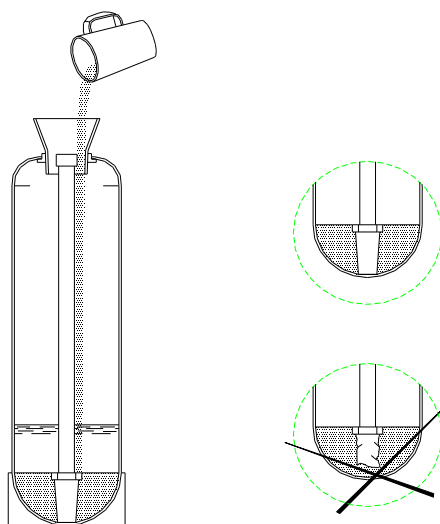

Рисунок 3 — Порядок загрузки фильтрующего материала в корпус фильтра
7.7 Засыпать в корпус через воронку требуемое количество гравия. **ВНИМАНИЕ: ПОСЛЕ ЗАГРУЗКИ ГРАВИЯ НИ В КОЕМ СЛУЧАЕ НЕ ВЫТАСКИВАТЬ ВЕРТИКАЛЬНЫЙ КОЛЛЕКТОР ИЗ КОРПУСА!** Это может привести к поломке дренажного колпачка в результате попадания гравия в его посадочное место на дне корпуса (смотри рисунок 3).